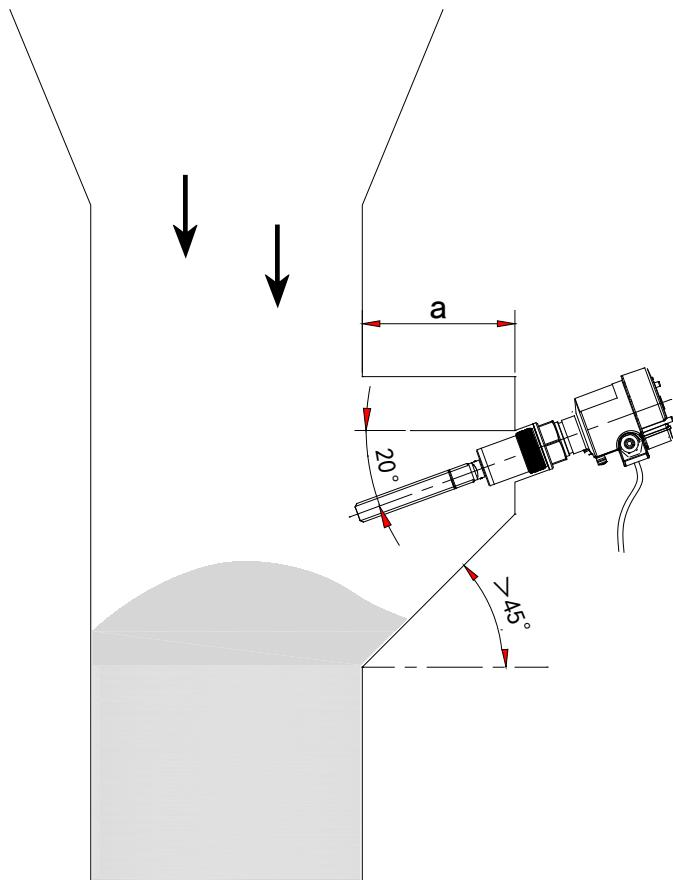

图 3 壁龛式安装示意图
(2) 壁龛式安装
□当物料(密度大、颗粒大)垂直落下并冲击料位开关探头时,为了确保测量仪表寿命以及测量效果,需将仪表安装于壁龛处,以保护探头不至于被物料压弯,如图 3 示。